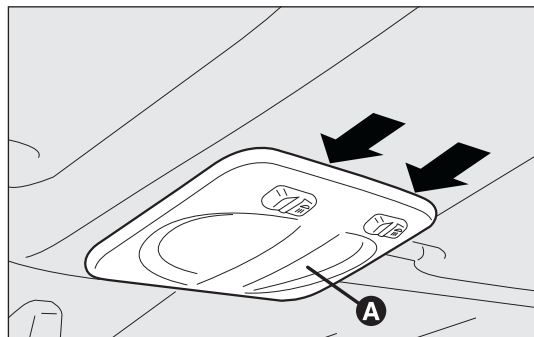
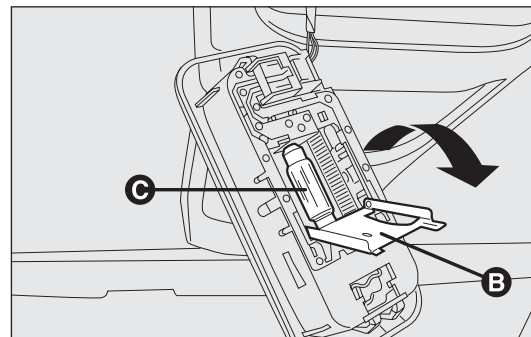

fig. 152
fig. 153
- ☐ agire nei punti indicati dalle frecce e rimuovere la plafoniera A-fig. 152;
- ☐ aprire lo sportellino di protezione B-fig. 153;
- ☐ sostituire le lampade C-fig. 153 svincolandole dai contatti laterali accertandosi che le nuove lampade risultino correttamente bloccate tra i contatti stessi;
- ☐ richiudere lo sportellino B-fig. 153 e fissare la plafoniera A-fig. 152 nel proprio alloggiamento accertandosi dell'avvenuto bloccaggio.